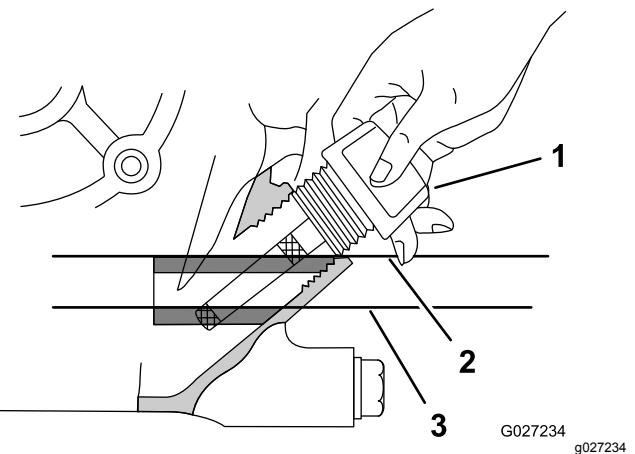

Figure 13
5. Insérez la jauge dans le moteur, comme montré à la Figure 13.
6. Sortez la jauge du goulot de remplissage et vérifiez le niveau de liquide dessus (Figure 13).
4. Sortez la jauge du moteur et essuyez-la sur un chiffon propre (Figure 13).
8. Serrez la jauge à la main dans le goulot de remplissage (Figure 13).